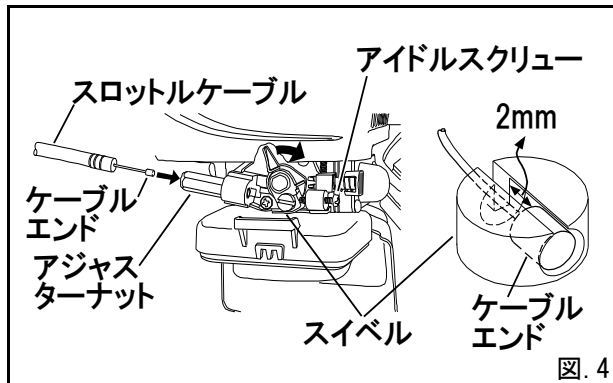

図. 4
10. アイドリング時には刈刃の共回りやエンストがないようにアイドルスクリュウを調整して下さい。(図. 4)
- ①エンジンスイッチを『ON』にして下さい。
- ②スロットルレバーを”始動”(一杯閉じた)位置にする。
- ③キャブレターに付いているプライミングポンプを指でゆっくり数回押してオーバーフローチューブ(透明)から燃料が流れ出る事を確認して下さい。
- ④キャブレターのスターターボタンを指で“カチッ”と感触があるまで押し込み、“始動”の位置にする。(エンジンが暖まっている時はスターターボタンの操作は不要です。) ※スターターボタンが押し込めない場合はスロットルレバーが一杯閉じられていることを確認して下さい。
- ⑤まわりに人や障害物がない事を確認してから、リコイルスターターを素早く引張って下さい。(リコイルスターターは引き力を低くした構造なので軽い力で引けます。) ※ロープは全部引ききらないで下さい。また、ロープは静かに戻して下さい。
- ⑥エンジンが始動したらスロットルレバーを少し開けてスターターボタンを”運転”の位置にする。その後スロットルレバーを”始動”(一杯閉じた)位置に戻して下さい。 ※スターターボタンはスロットルレバーを開ける方向に動かすと”始動”から”運転”の位置へ自動的に戻ります。
- ⑦エンジンの調子を見ながら**約3分間、暖気運転**を行ってからご使用下さい。